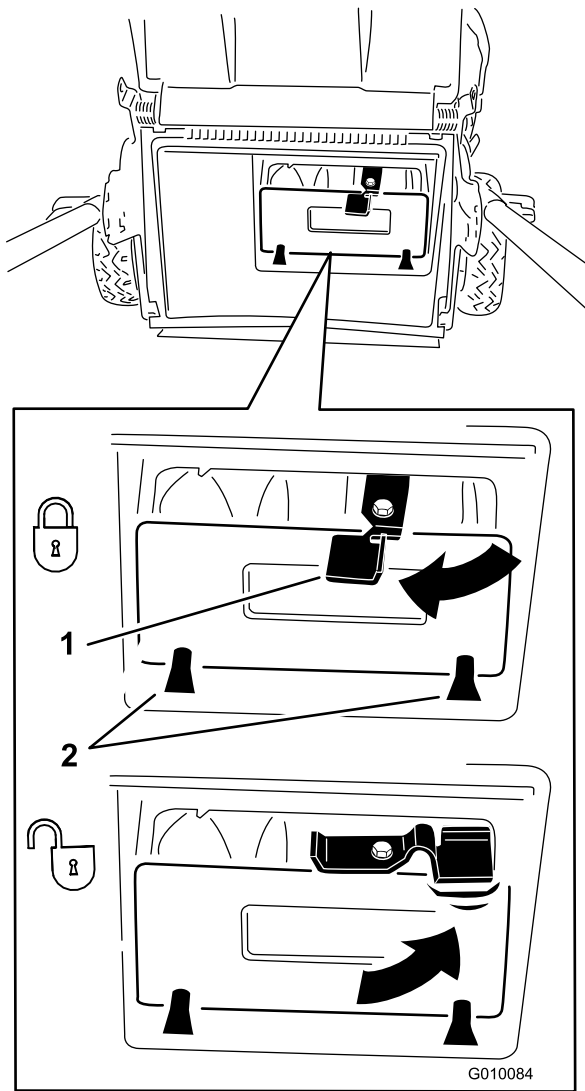

Bild 27
**Wichtig:** Stellen Sie sicher, dass die Heckauswurfklappe arretiert ist. Drücken Sie die Klappe fest ein, bis Sie hinter den Laschen einrastet, und drehen Sie den Hebel an der Klappe nach links, um die Klappe zu arretieren (Bild 27).
**Hinweis:** Drehen Sie den Hebel an der Klappe nach rechts (Bild 27), um die Klappe zu lösen.
sie hinter den Nasen einrastet, und drehen Sie den Hebel an der Klappe nach links (Bild 27).